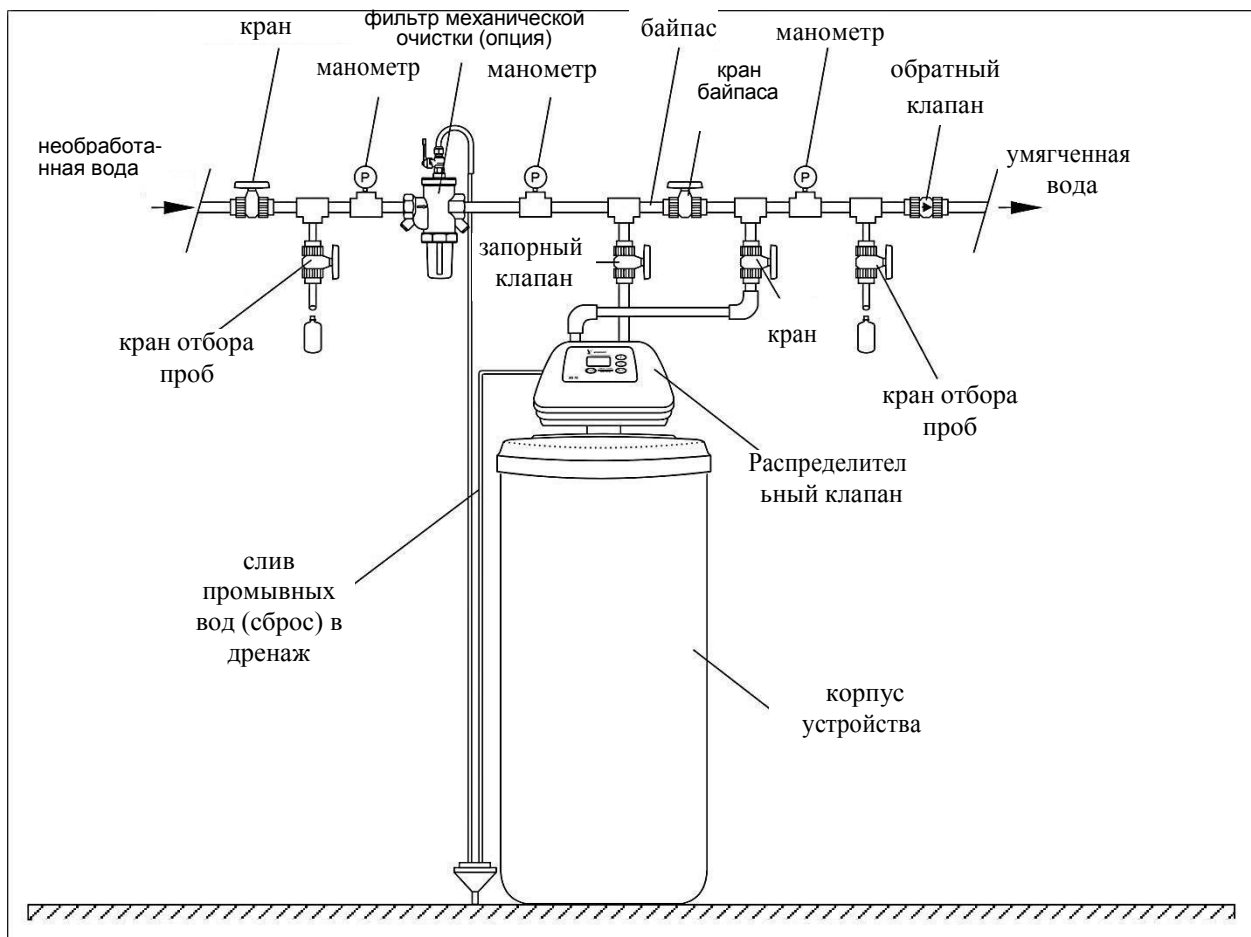
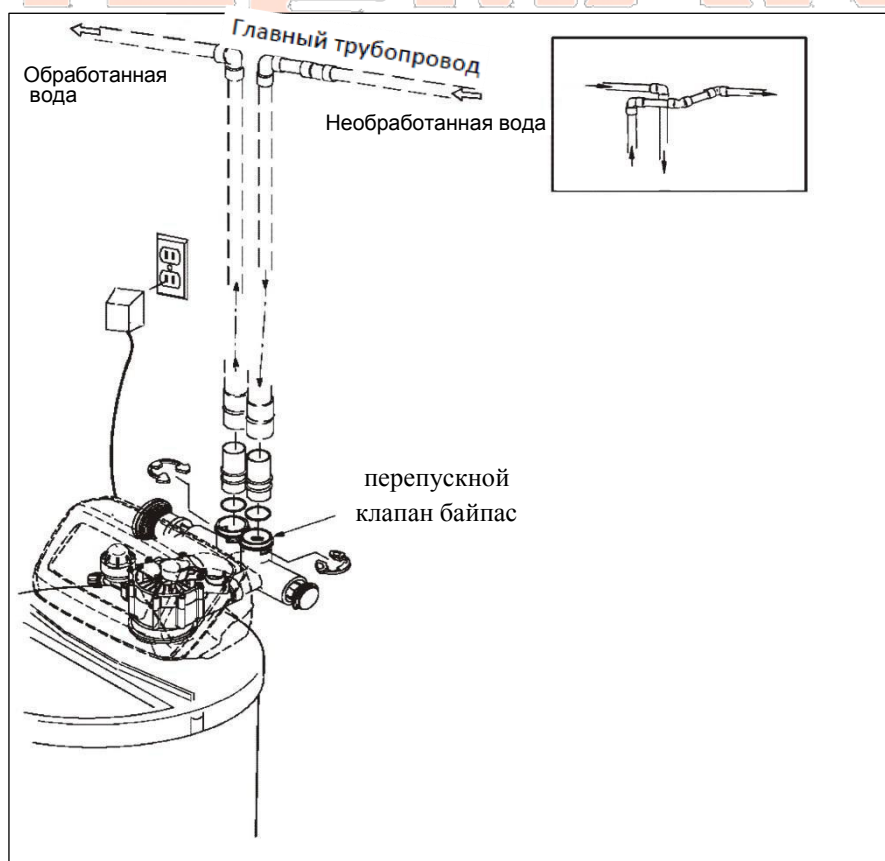

Рисунок 1
Рисунок 2
Если в течение дня давление воды очень высокое, может случиться, что ночью оно превысит значение 8,0 бар. В таком случае, рекомендуем установить редуктор давления. Для контроля рабочего давления в оборудовании предлагаем обеспечить оборудование манометрами в соответствии со схемой (рисунок 1).
Пожалуйста, действуйте в соответствии с указаниями, приведенными выше, с соблюдением схемы гидравлического подключения (рис. 1). Трубы, тройники, колена и другие элементы установки должны быть измерены, вырезаны и плотно подключены. Пожалуйста, помните, что соединение "входа" воды находится с правой стороны, если стоять лицом к умягчителю. Если вода подводится слева направо в ходе реализации подключения, должны быть использованы колена (рисунок 2).
- С целью подключения к умягчителю системы дренажа распределительного клапана, следует использовать шланг, который может поставляться вместе с устройством. Один его конец присоединить к выпускному патрубку дренажа, находящемуся в задней части управляющего (распределительного) клапана, второй – подвести к небольшому канализационному колодцу (см. рис. 2). Между концом шланга и отверстием стока воды должен быть промежуток минимум 4 см. Это предотвратит возможность всасывания нечистот через устройство.